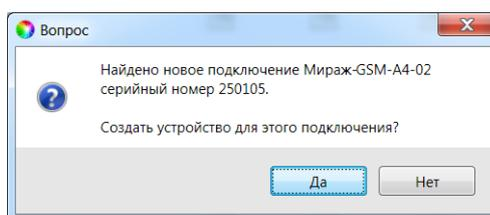

Рис. 5.4. Окно *Вопрос*
8. После подключения контроллера к ПК откроется мастер создания устройства, с помощью которого можно сразу задать основные параметры контроллера. В окне *Вопрос* нажмите кнопку *Да* (рис. 5.4).